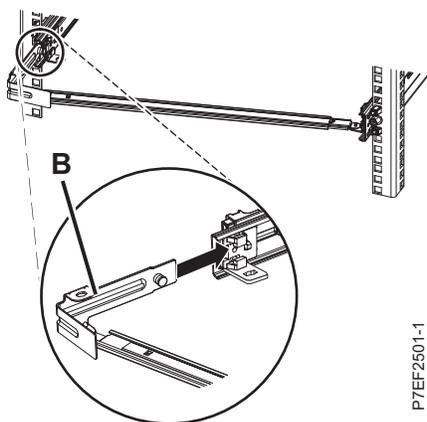

Figura 12. Estendendo o pino e instalando o suporte no trilho deslizante
4. Conecte o suporte de parada de organização de cabos (**B**) ao slot na parte interna do trilho esquerda deslizando o suporte de parada (**B**) para o trilho deslizante até que o pino com molas se encaixe. Para obter detalhes, consulte Figura 12.